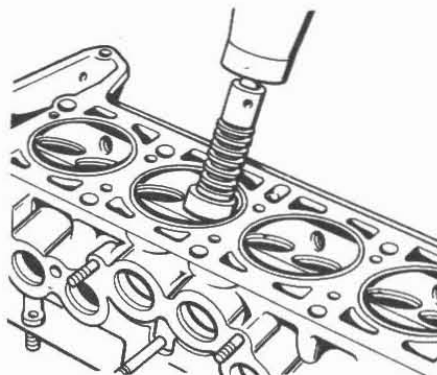

Fig. 2-45. Rectificado del bisel activo del asiento de la válvula
- coloque en el vástago guía A.94059 el muelle A.94069/5, ponga en el husillo A.94069 la muela cónica A.94078 para los asientos de las válvulas de escape o la muela A.94100 para los asientos de las válvulas de admisión, afiance el husillo en la máquina de rectificar y rectifique el asiento de la válvula (fig. 2-45).